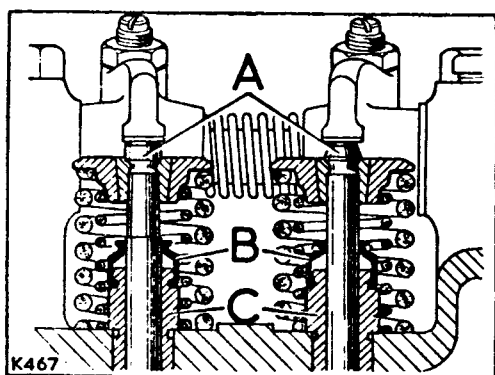

Fig. A4-79.- Posición de las gufas de válvulas y retenes de aceite.
- 2.2.- Retirar los retenes (B) (Fig. A4-79) de aceite de las gufas de válvula (C).
2.2.- Retirar los retenes (B) (Fig. A4-79) de aceite de las gufas de válvula (C).
- 6.1.- Instalar los retenes de aceite en las guías de las válvulas (Fig. A4-79).